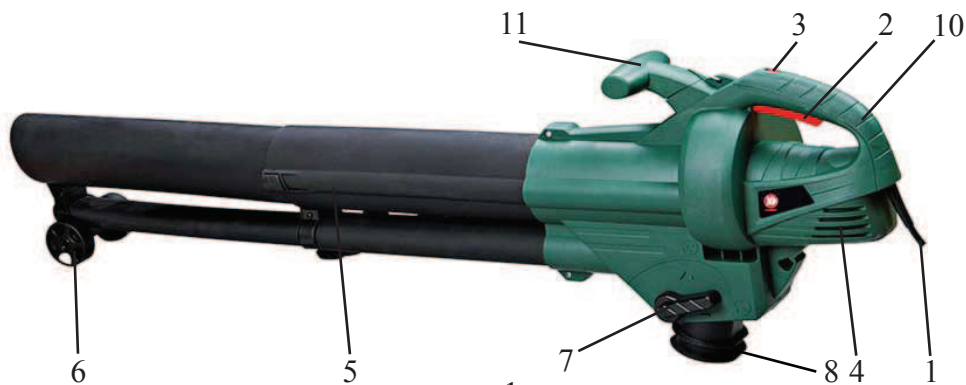

рис. 1
4.1 Общий вид пилы дисковой представлен на рис. 1
7.6 Установите мешок для мусора с помощью двух крючков (находятся на мешке). Натяните мешок на патрубок 8 (рис. 1).
8.1 Для пуска двигателя пылесоса нажмите на выключатель 2 (рис. 1).
8.2 Пылесос оснащён переключателем режимов 7 (рис. 1), расположенным с левой стороны корпуса двигателя.